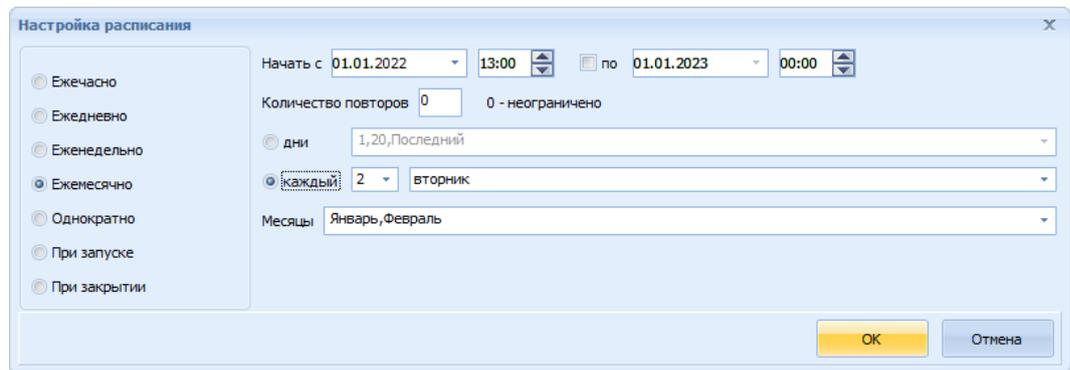

Рисунок 9.15 – Окно Настройка расписания «Ежемесячно», дни недели
- 2) указывать какой по счету день недели в текущем месяце (рисунок 9.15).